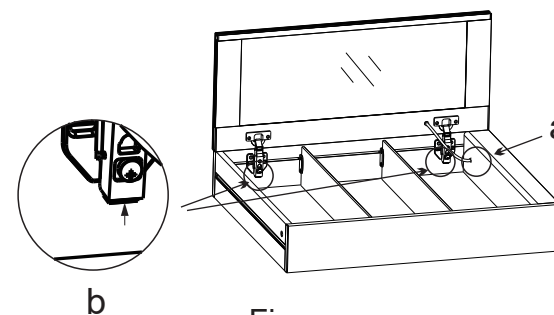

Fig. 12
4.1. Desserrez l'écrou en plastique et retirez le fil (a), tenez la base des deux couvercles de charnière (b) et retirez la porte du miroir (fig. 12).